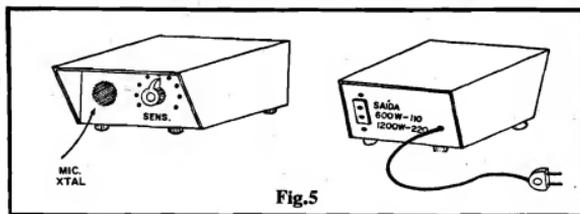

Fig. 5
- **FIG. 5 - SUGESTÃO PARA O "ENCAIXAMENTO"** - Numa visão em frente e verso, damos a nossa idéia para o acabamento e encapsulamento do circuito, usando um **containeir** padronizado (caixa encontrada pronta, nas lojas, em plástico ou metal...). As formas, dimensões e modelo da caixa, contudo, são bastante "flexíveis", e o Leitor/Hobbysta poderá "inventar" à vontade nesse aspecto... Apenas alguns pontos precisam ser observados com mais cuidado: